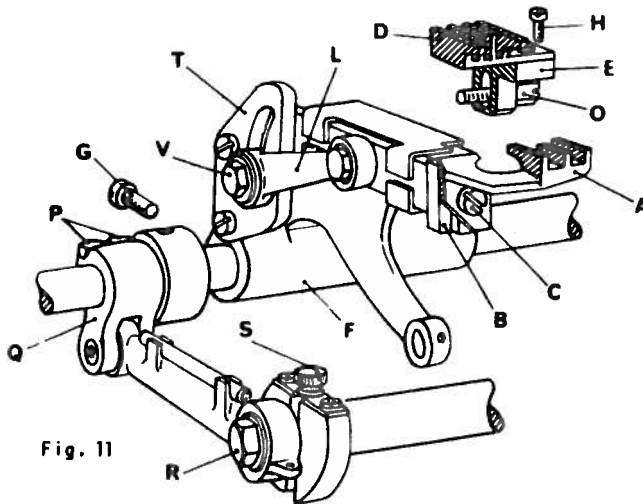

Fig. 11
5. Montaggio e regolazione griffe (fig.11)
Centratrice griffe (fig.11)
Regolazione differenziale (fig.11)
- Per regolare la lunghezza del punto, si deve allentare il dado R (fig.11) e ruotare la vite S dell'allungapunto; in senso orario si accorcia il punto, in senso antiorario si allunga.
e) Variazione lunghezza punto (fig.11)